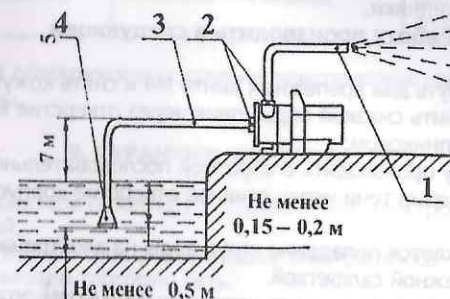

Рис. 5
6.2. На рис. 5 приведена схема установки электронасоса.